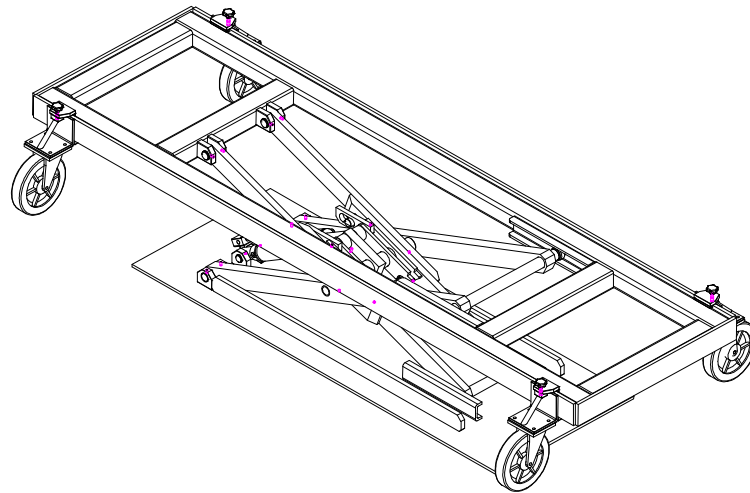

Abbildung 1
- Den Rahmen auf circa 500 mm vom Boden anheben und die vier Radhalterungen an den in Abb.1 gezeigten Punkten anbringen.